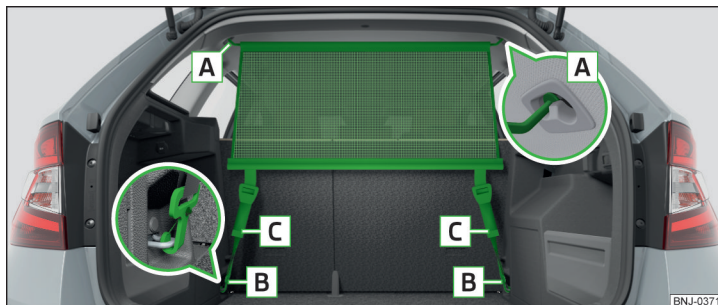

Fig. 111 Peretele despărțitor din plasă aflat în spatele banchetei
- Așezați bara transversală în elementul de prindere [A] » fig. 111 mai întâi într-o parte și apăsați-o apoi spre înainte. Introduceți în mod similar bara transversală pe cealaltă parte a autovehiculului, în elementul de prindere [A].